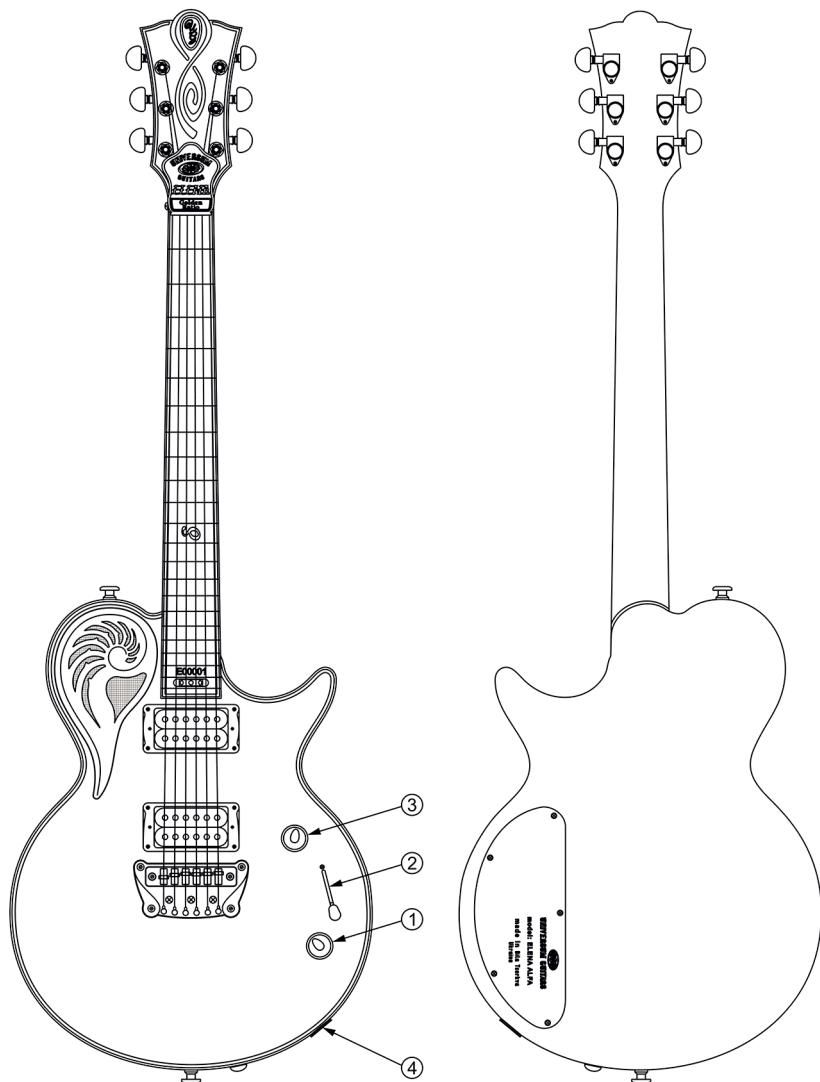

Fig. 20
- Prise de sortie électromagnétique (Fig. 20 position 4).
- 1) Bras du potentiomètre de réglage de la tonalité (Fig. 20 position 1) avec commutateur à deux directions de type «Push-Pull». Le commutateur coupe un bobinage dans chaque lecteur électromagnétique.
- 2) Bras du commutateur-sélecteur à trois positions (Fig. 20 position 2): inverse la combinaison de commutation des lecteurs électromagnétiques.
- 3) Bras du potentiomètre de réglage du volume de la guitare électrique (Fig. 20 position 3).